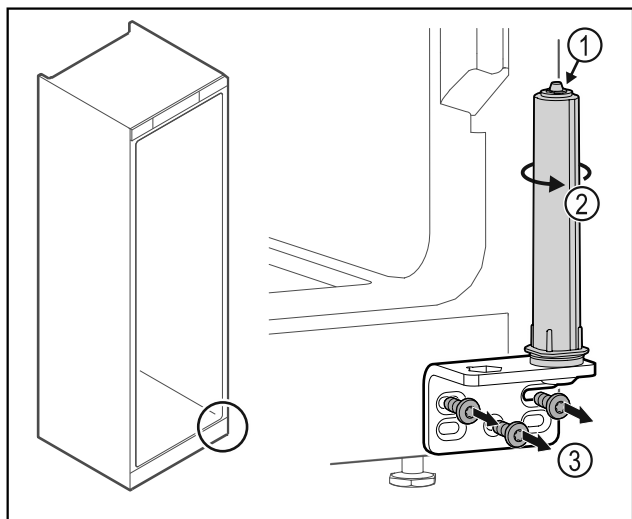

Fig. 37
- Neizjauciet durvju slēgšanas sistēmu Fig. 37 (1).
- Pagrieziet slēgšanas sistēmu Fig. 37 (2), līdz tā noklikšķ.
- Noskrūvējiet lokāmos kronšteinus Fig. 37 (3).